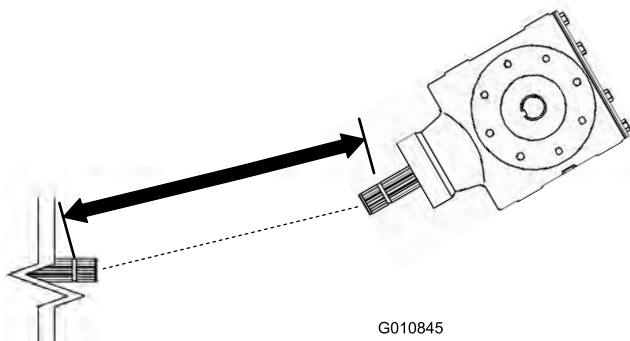
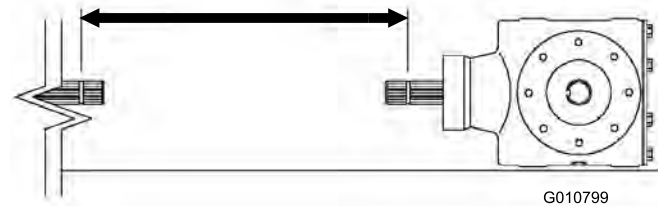

Figura 10
Figura 12
3. Mida la distancia entre la ranura del extremo del árbol de la toma de fuerza del tractor y la ranura del árbol de la toma de fuerza de la caja de engranajes del aireador (Figura 10). Anote esta distancia. Ejemplo: 67 cm.
5. Mida la distancia entre la ranura del extremo del árbol de la toma de fuerza del tractor y la ranura del árbol de la toma de fuerza de la caja de engranajes del aireador (Figura 12). Anote esta distancia. Ejemplo: 70 cm.
7. Usando la menor de las dos medidas de Figura 12 y Figura 10, reste esa distancia a la distancia de Figura 13. Ejemplo: 81 cm menos 67 cm es igual a 14 cm.